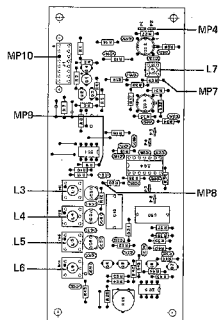

Fig. 4.5
- HF-Voltmeter an Messpunkt MP7 (R29, IC3 Pin 1, 1.726.750, Fig. 4.5) anschliessen und L7 auf maximale Spannung einstellen (ca. 400mV).
- NF-Voltmeter an Messpunkt MP9 (J1 Pin 2, 1.726.750, Fig. 4.5) anschliessen.
- Geratet ausschalten und IC 4 vorsichtig aus dem Sockel ziehen. Den Generator und den Frequenz-Zaehler an MP8 (R20) anschliessen (Fig. 4.5).